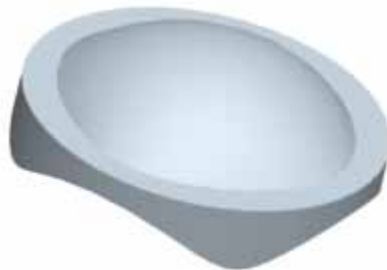

图 26-3
- (1) 单击菜单【插入】 【高级】 【半径圆顶】命令，系统提示“选取圆盖的曲面”。
- (2) 选择圆柱模型的上端面，使此面产生穹形。
- (3) 选择 RIGHT 基准面为尺寸参照。
- (4) 在信息区显示的文本栏中输入穹形半径“-180.1”，结果产生如图 26-3 所示的穹形特征模型。